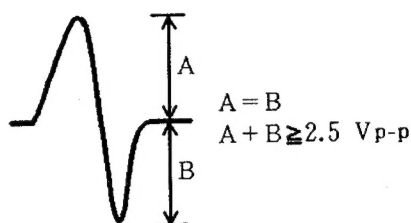

Figura 8
3. Contemplando la pantalla del osciloscopio, presione la tecla **TRACK FWD** y observe durante un momento la forma de onda de la figura 8. Verifique si la amplitud es de 2,5 Vp-p por lo menos y si la amplitud de las partes positiva y negativa son iguales. Como la forma de onda solamente sale durante un momento cuando se presiona la tecla **TRACK FWD**, presione una y otra vez esta tecla hasta que logre comprobar la forma de onda.